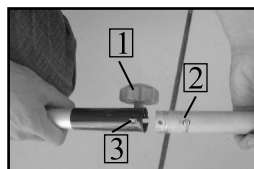

рис. 4
6.3 Установка нижней части штанги гибкого вала (рис.4).
6.3.1 Ослабьте барашковую рукоятку **1** (рис.4), откручивая её против часовой стрелки.
6.3.2 Совместите верхнюю и нижнюю части штанги, как показано на рис.4
6.3.3 Соедините верхнюю и нижние части штанги. При этом фиксирующая кнопка **2** (рис.4) должна находиться в отверстии **3** (рис.4) соединительной муфты.
6.3.4 Затяните барашковую рукоятку **1** (рис.4), закручивая её по часовой стрелке. Перед работой всегда проверяйте натяжку барашковой рукоятки соединительной муфты.